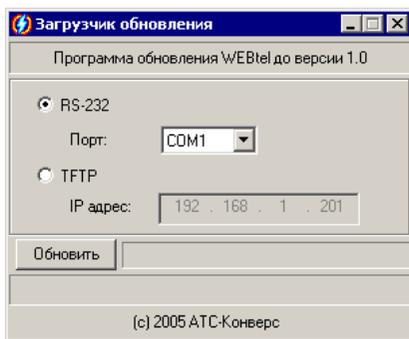

Рисунок 30 – Окно загрузчика обновления ПО адаптера
10.3 Запустите загрузчик обновлений WEBtel-loader.exe. После запуска загрузчика обновления появится окно программы (рисунок 30).
10.6.2 В окне загрузчика обновления (рисунок 30) установите переключатель режима передачи данных в положение «TFTP» и введите в соответствующем поле IP-адрес обновляемого адаптера.